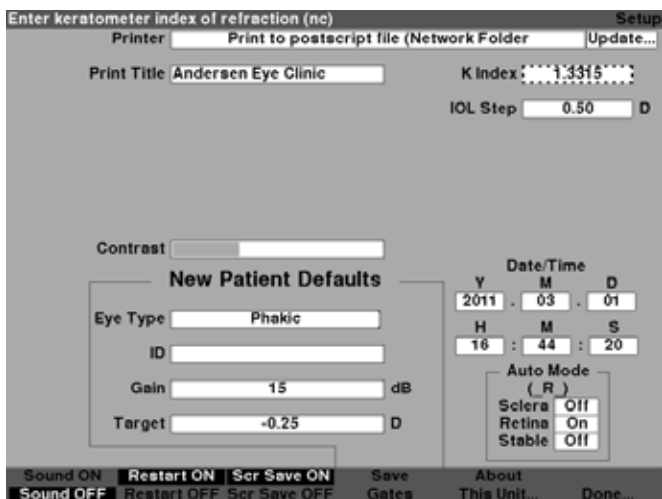

Figura 5-58 Regulación del índice K
3. Gire el control giratorio para regular el índice K o ingrese el nuevo valor manualmente. El valor máximo es 1,5000 y el mínimo, 1,2500, como se muestra en la Figura 5-58.